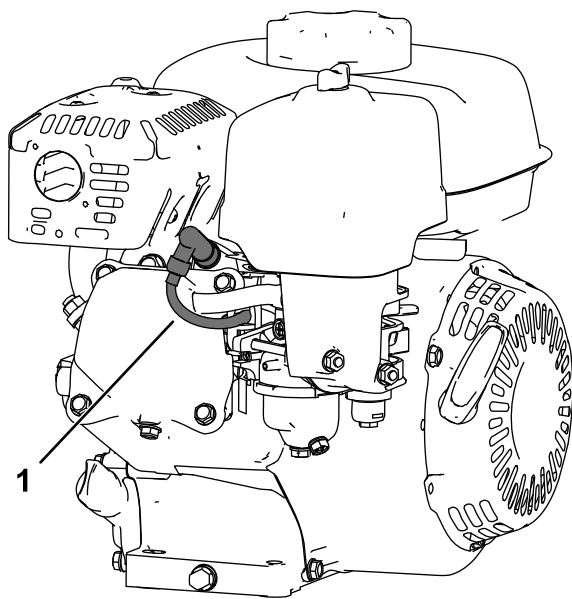

Figura 15
5. Desligue o fio da vela de ignição (Figura 15).